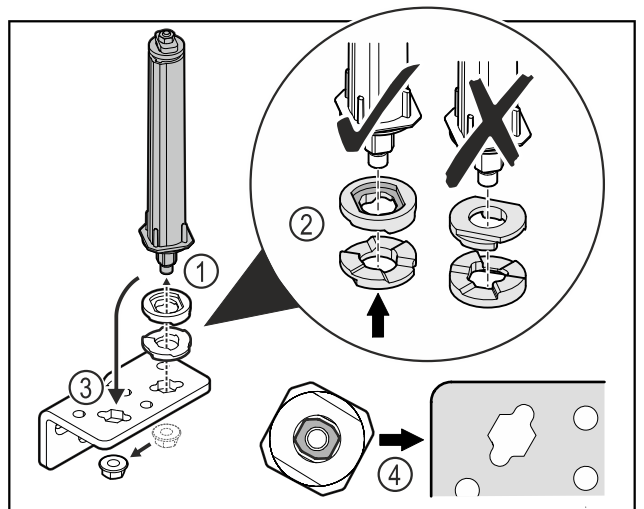

Fig. 52
- ▶ Dévisser l'écrou et retirer le système de fermeture de porte Fig. 52 (1).
- ▶ Veiller à ce que les rondelles de réglage de la hauteur soient correctement orientées Fig. 52 (2).
- ▶ Mettre le système de fermeture de la porte dans l'autre trou de l'équerre de charnière et le fixer avec l'écrou Fig. 52 (3).
- ▶ Lors de la mise en place, veiller à bien orienter le système de fermeture de porte Fig. 52 (4).